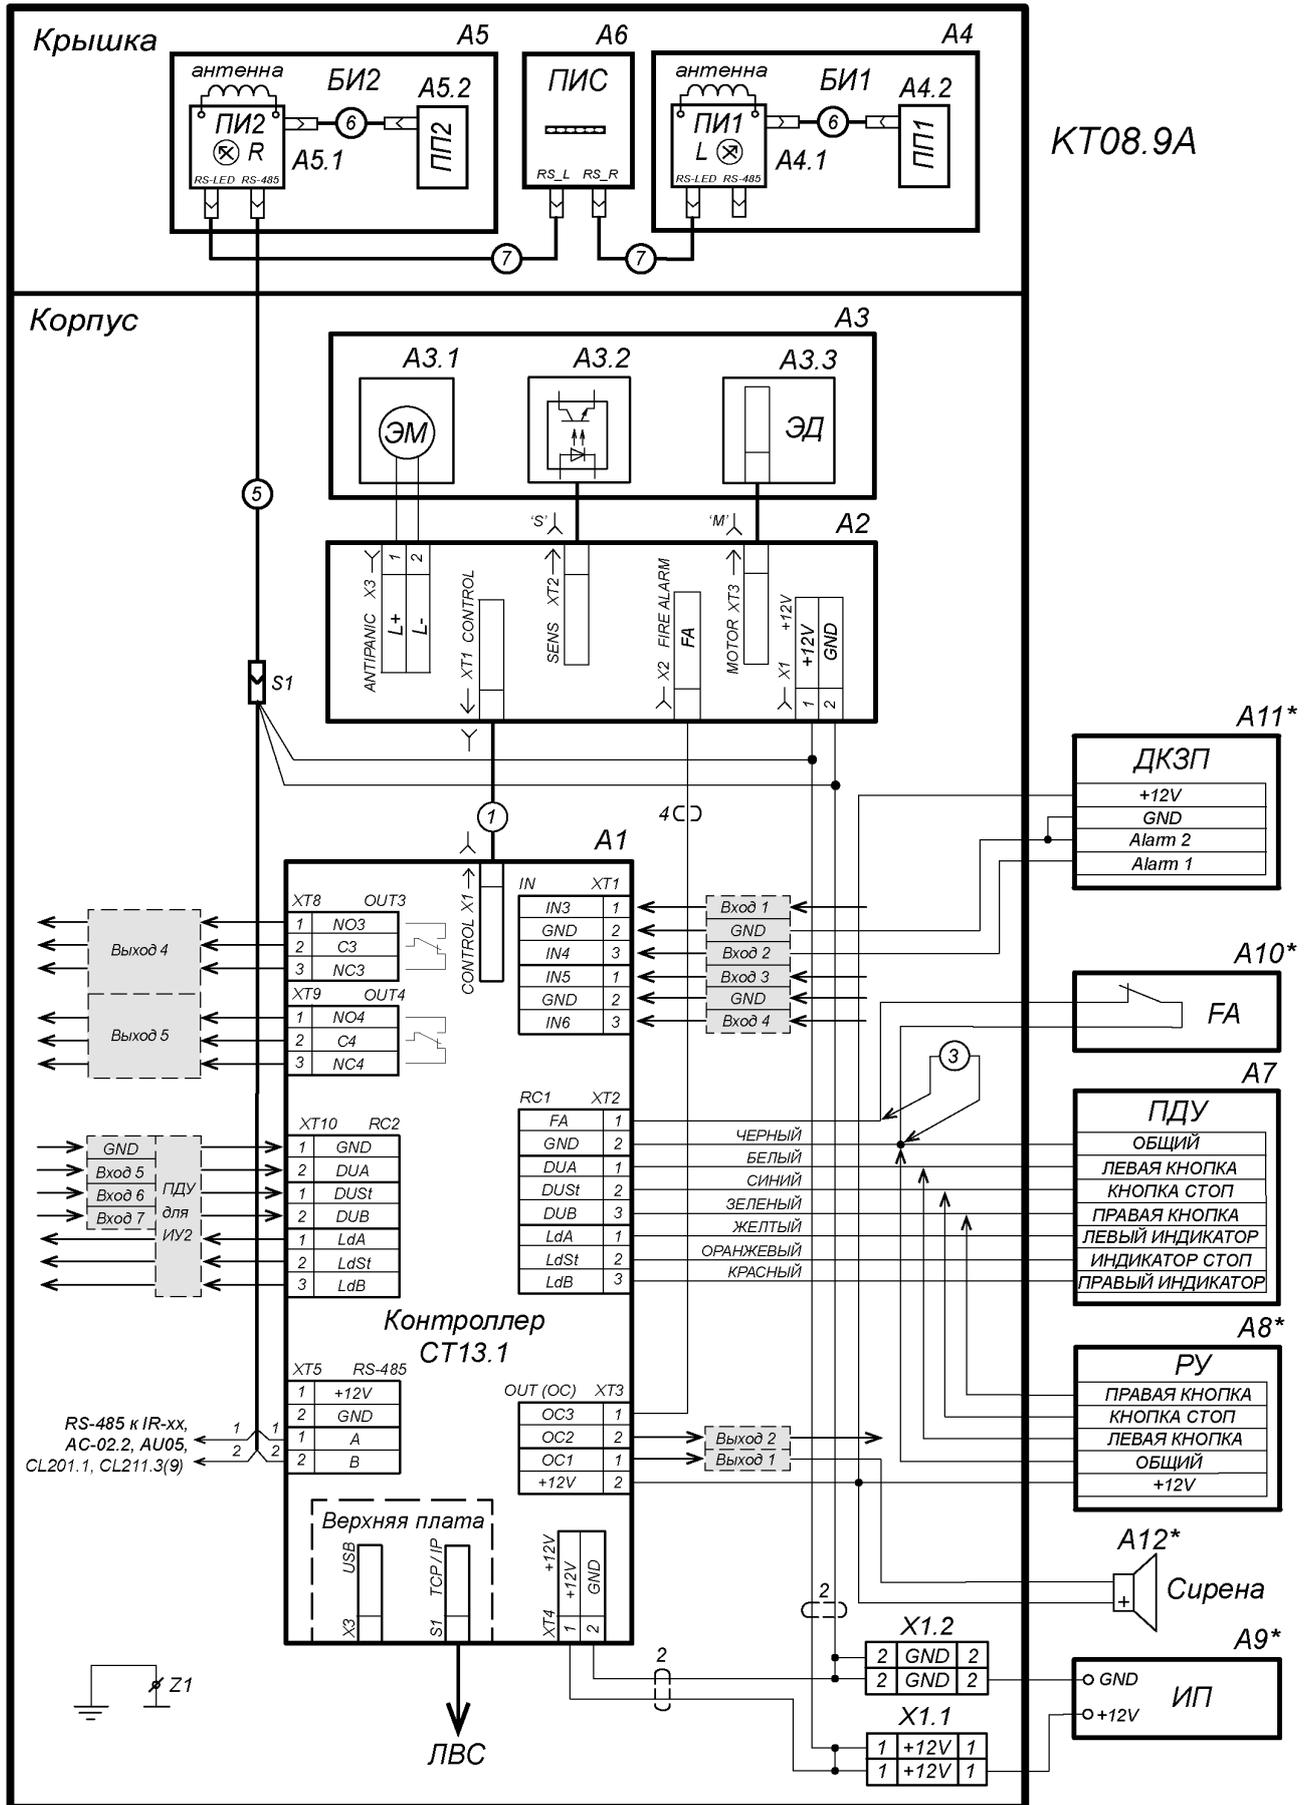

Рисунок 13. Схема подключения ЭП и дополнительного оборудования
Расположение клеммных колодок на плате контроллера ЭП показано на рис. 5. Внешний вид верхней и нижней плат контроллера, назначение контактов клеммных колодок указано в табл. 1. Схема подключения приведена на рис. 13. Используемые при подключении типы кабелей указаны в табл. 3. При монтаже придерживайтесь следующей последовательности действий:
10. Установите стойку ЭП на гильзы анкеров и закрепите ее болтами М10 (15) с помощью торцового ключа S17. При установке контролируйте вертикальность положения стойки с помощью уровня.
11. Установите заглушки (16) из комплекта поставки.
12. Согласно схеме, приведенной на рис. 13, произведите подключения: